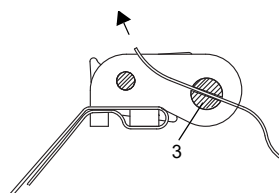

Рис. 8.15: Храповой замок со стальной лентой
- Разместите стальную ленту вокруг трубы и протяните ее через деталь 3 замка (смотри Рис. 8.15).